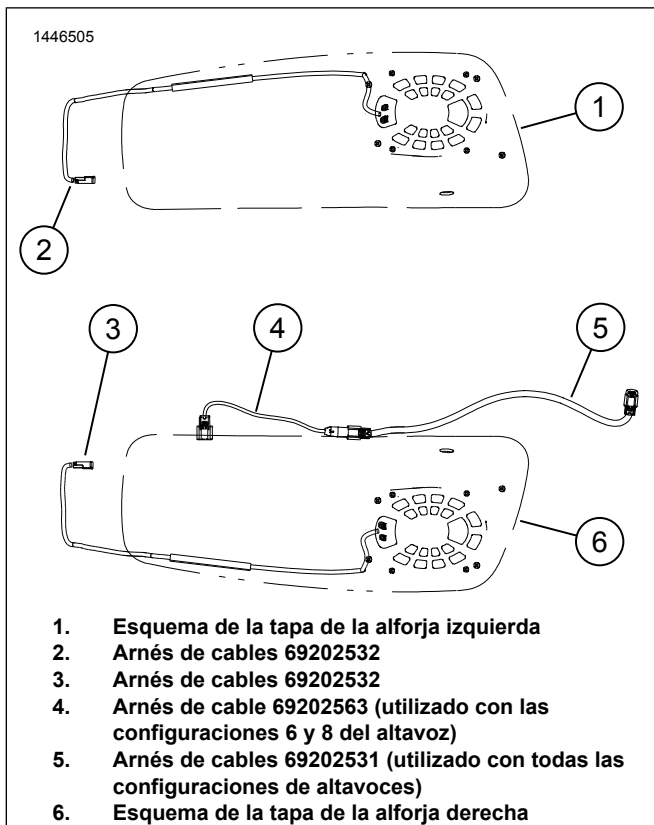
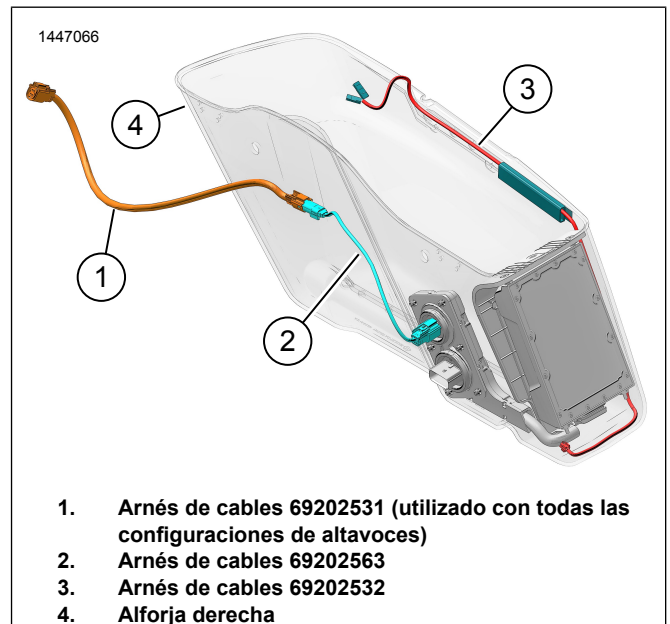

Figura 6. Configuración y enrutamiento del arnés de cables
Figura 9. Enrutamiento de arneses de la alforja derecha (con amplificador)
- a. Figura 6 Localice el arnés del cable 69202532 (2).
- a. Figura 6 Localice el arnés del cable 69202532 (3).
4. Figura 9 Instale el arnés de cables del altavoz derecho.
- a. Enrute el arnés de cables (3) como se muestra.
5. Figura 6 Localice los arneses de cables 69202563 (4) y 69202531 (5).
6. Figura 9 Conecte los arneses 69202531 (1) y 69202563 (2).
- a. Conecte el extremo de 4 vías de 69202531 (1) al conector del arnés del amplificador primario [351A] debajo de la cubierta lateral derecha.
7. Conecte el arnés 69202563 (2) a la alforja.